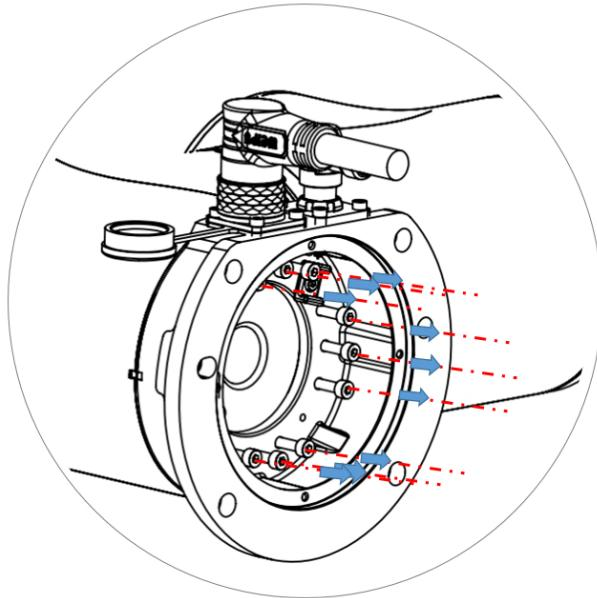

图 3-36 拆卸固定基座的螺钉
**步骤5** 使用内六角扳手拆卸固定基座的螺钉，取下基座，如图 3-36 所示。